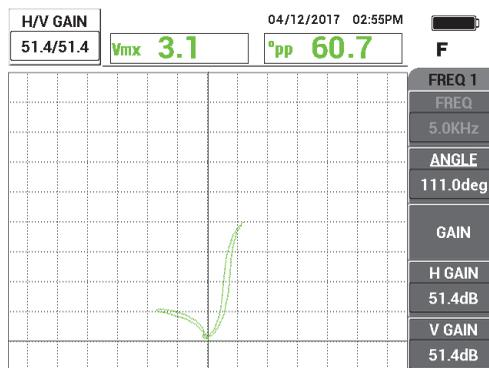

Figura 5-186 Regolazione del guadagno
5. Premere il tasto **GAIN (dB)** e in seguito aumentare il guadagno fino a quando il segnale del foro raggiunge circa 4 frazioni verticali in altezza. Premere il tasto **FREEZE** (❄) per consentire l'acquisizione del segnale (vedere Figura 5-186 a pagina 273).